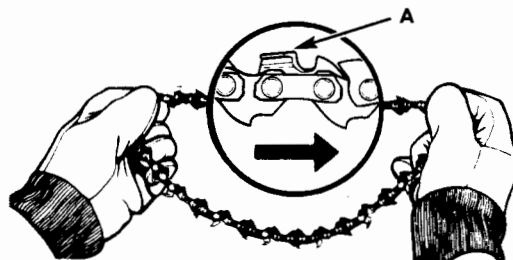

Fig. 20
1. Ecartez la chaîne en forme de cercle avec la face (A) tranchante VERS L'AVANT sur le dessus du guide (Fig. 20).
3. Engager les maillons d'entraînement dans la rainure (D) du guide-chaîne (Fig. 20).